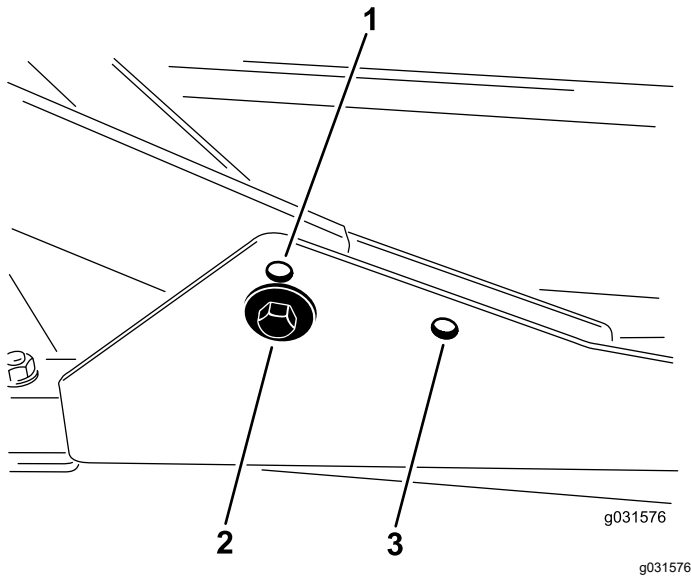

Figura 16
1. Para alturas de corte en el intervalo de 2 a 7,6 cm, los bastidores de tiro delanteros deben montarse en los taladros de montaje delanteros inferiores (Figura 16).
montarse en los taladros de montaje delanteros superiores (Figura 16).
Para todas las alturas de corte, la unidad de corte trasera debe montarse en los taladros de montaje traseros (Figura 16).